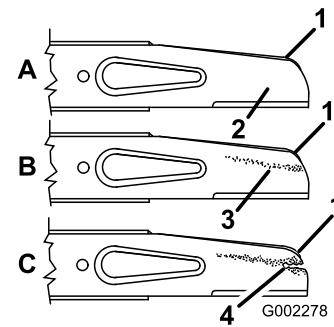

Figure 27
2. Enlevez les écrous, l'accélérateur et la lame (Figure 27).